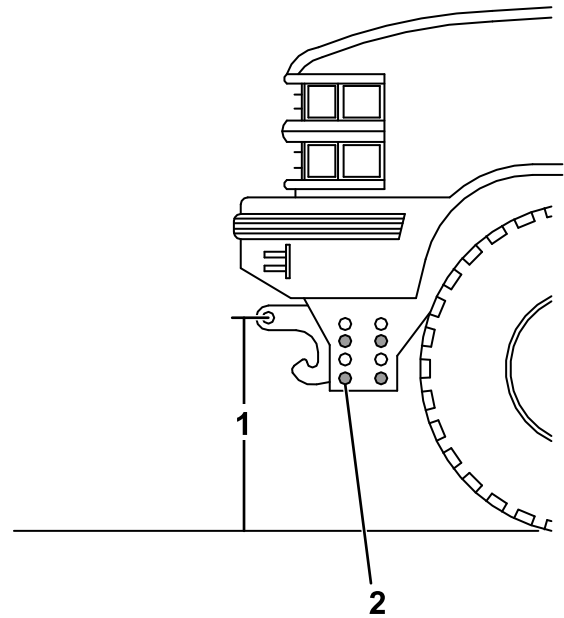

Figura 27
1. Mida la distancia desde el suelo hasta los orificios del cerrojo con muelle de la viga de empuje del chasis (Figura 27). Si tiene una pala de servicio estándar o super, la distancia debe ser de 39.3 cm (15½"). Si tiene una pala de servicio pesado, la distancia debe ser de 41.9 cm (16½").
2. Si la viga de empuje no está a la altura correcta, retire las fijaciones que sujetan la viga de empuje al chasis (Figura 27).